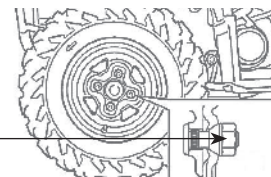

Рис. 89
3. Затяните гайки **1** **Рис. 89** колеса указанным моментом. Момент затяжки колёсных болтов 55 Н·м (5,5 кгс·м).